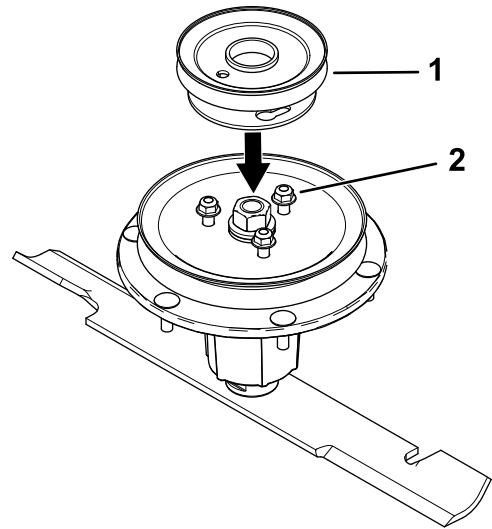

Bild 5
6. Richten Sie die neue Riemenscheibeneinheit so aus, dass die Öffnungen mit den Muttern zusammenpassen (**Bild 5**).